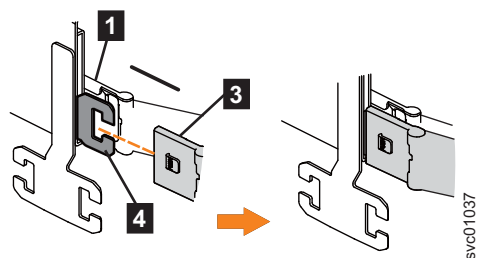

図 57. サポート・レールの外部メンバーへの上部 CMA の外部コネクタの取り付け
3. 69 ページの図 57 に示すように、上部 CMA アセンブリーの外部コネクタ (**3**) を、左側のサポート・レールの外部メンバー (**4**) に取り付けます。